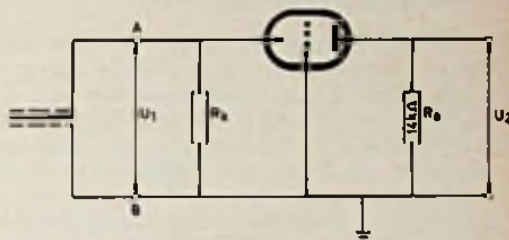

Fig. 13.
- 2 Een HF-sigitaal, afkomstig van een 75 Ω-kabel, wordt versterkt door een buis in geaarde-rooster-schakeling volgens het vereenvoudigde wisselstroomschema van fig. 13.